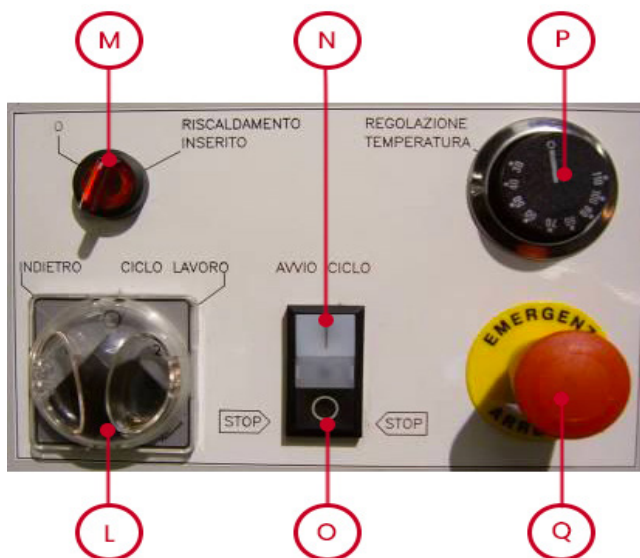

Fig. 7
4.2 ERHITZUNG DER MESSER (Abb. 7)
4.3 START UND BENUTZUNG (Abb. 7 – Seitenansicht)